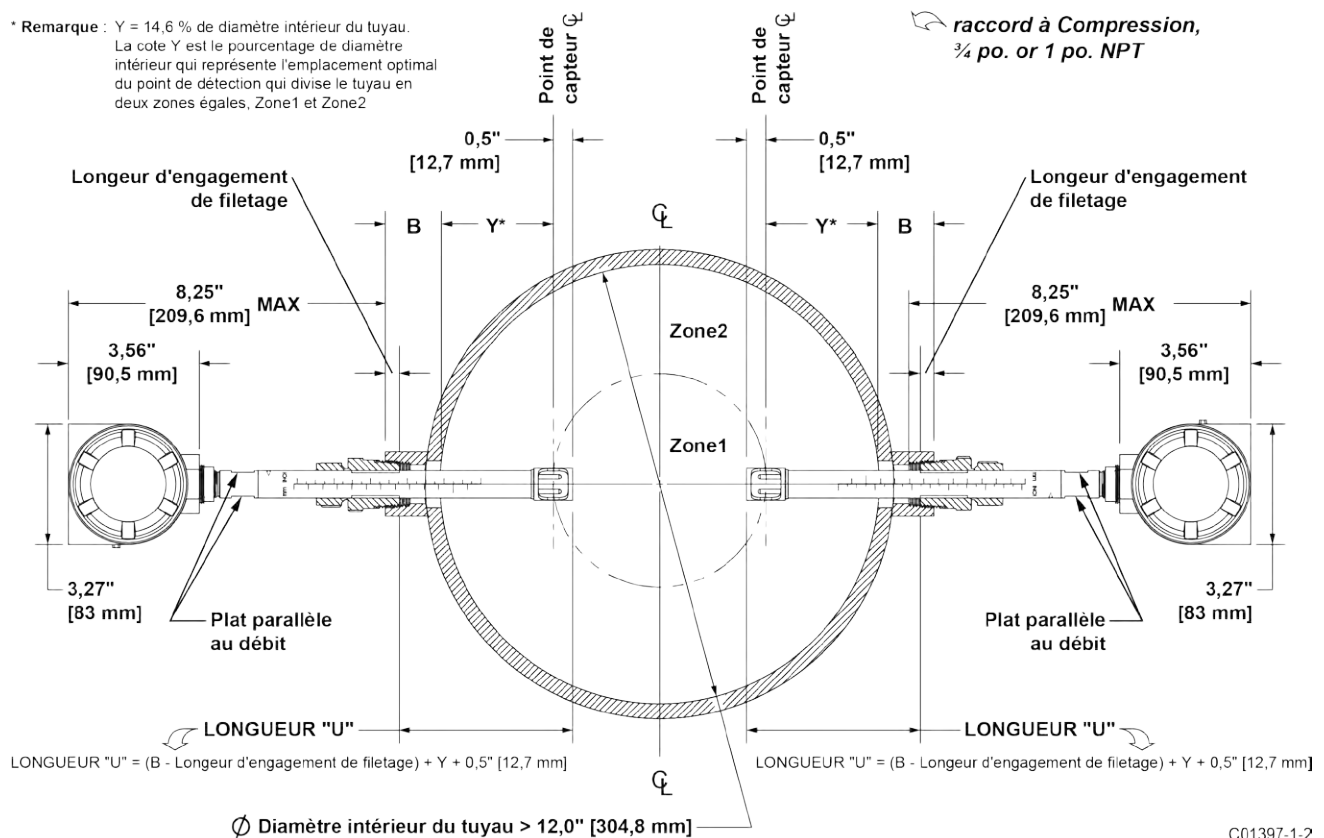

Figure 14 – Dimensions de montage du raccord à compression
Un capteur d'élément de débit avec raccord à compression est utilisé pour les applications à insertion simple/multipoint. La longueur réglable du raccord à compression permet un positionnement précis du capteur à l'intérieur du tuyau. L'élément de débit est correctement monté lorsque le centre de la tête du capteur divise le tuyau en zones égales, comme illustré dans la Figure 14 ci-dessous. L'échelle gravée sur le côté du tuyau d'insertion indique la distance par rapport à l'extrémité de l'élément de débit.
1. Déterminer la profondeur d'insertion des sondes d'éléments de débit comme indiqué dans la Figure 14 ci-dessous.